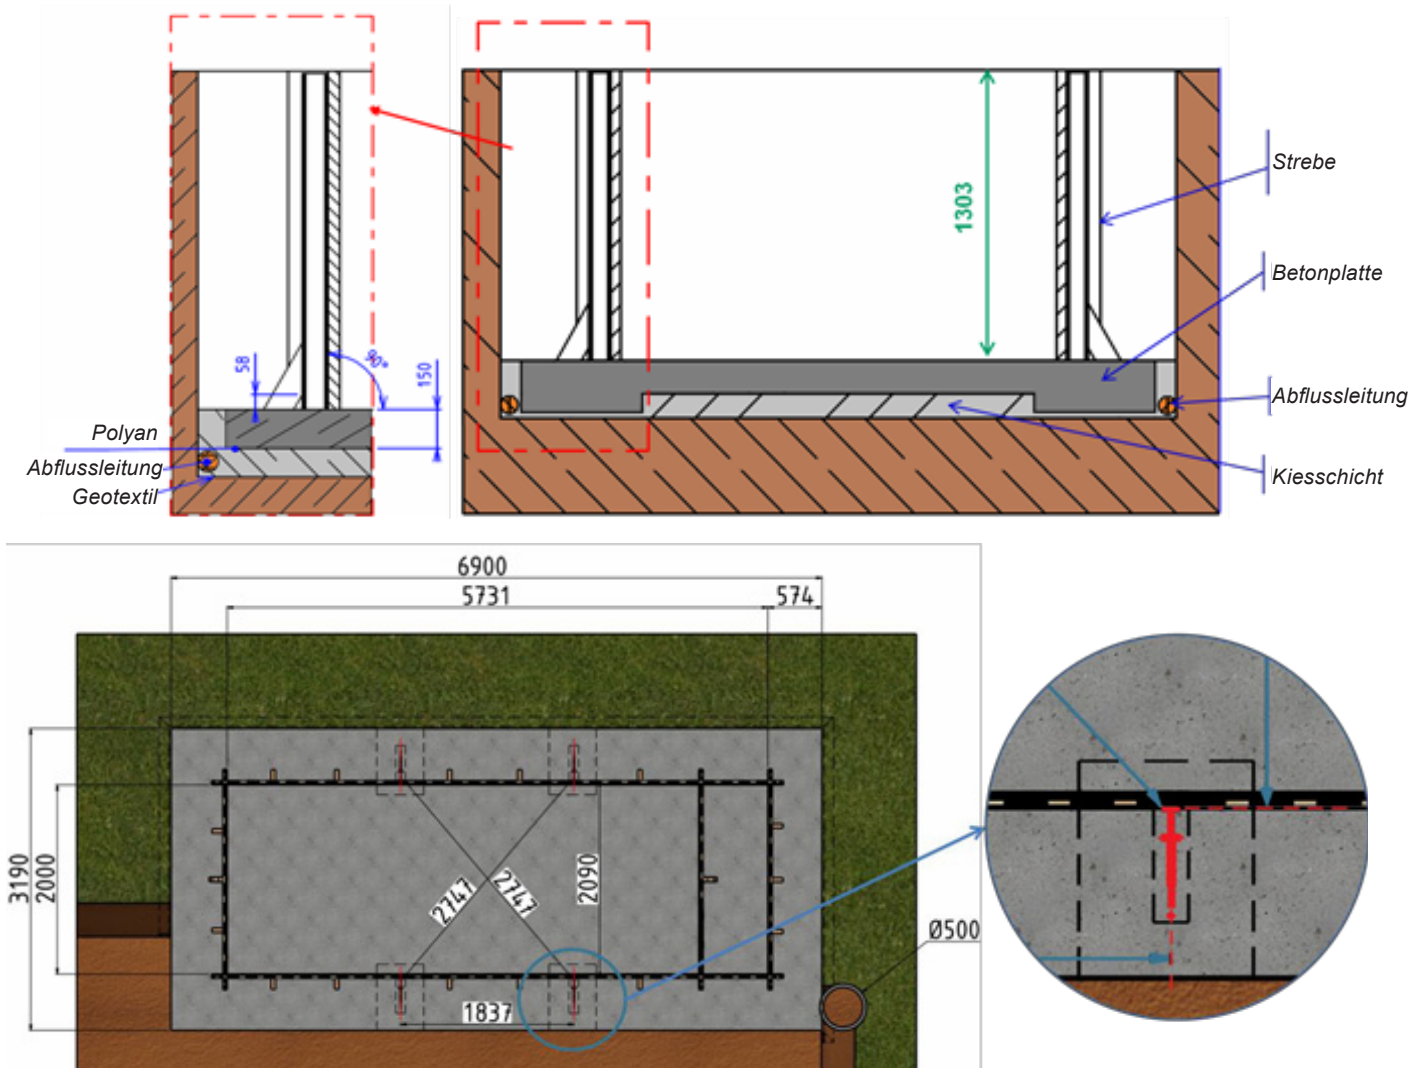

Abbildung 4 – Positionierung der Streben
**TIPP :** Sie können die Streben verwenden, um die Höhe der fertigen Betonplatte zu materialisieren. Zur Nivellierung des Pools 0 als Niveau nehmen, (unter den Holzteilen des Handlaufs, siehe *Abbildung 4*, 1303 mm abmessen und an dieser Kante des Strebens einen Strich ziehen. Dieser Strich wird der endliche Wert der Betonplatte sein.
❗ Stellen Sie sicher, dass alle in der *Abbildung 4* gezeigten Abmessungen eingehalten werden, bevor Sie zum nächsten Schritt übergehen.